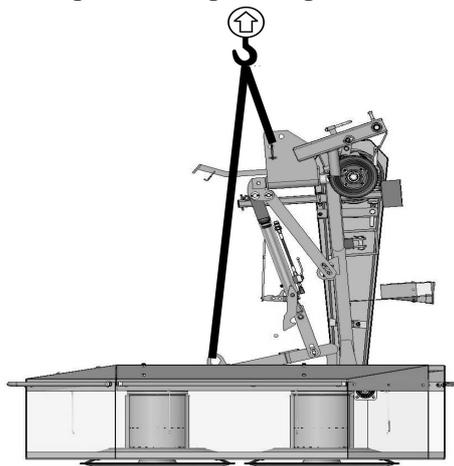

Рис. 5. Точки для транспорта
- Следует схватывать поднимающими устройствами исключительно в местах, указанных на машине и обозначенных видом крюка (**Рис. 5**),